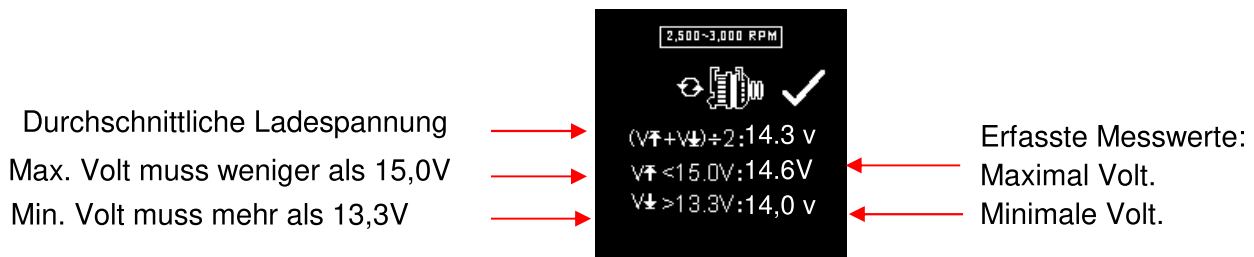

Abb.50
5. Während noch halten um 2.500 ~ 3.000 RPM, wird der Timer zu zählen beginnen von 10s auf 0s. Sobald es 0 erreicht, werden die Ergebnisse automatisch Anzeige als Beispiel unten gezeigt (Abb.50).